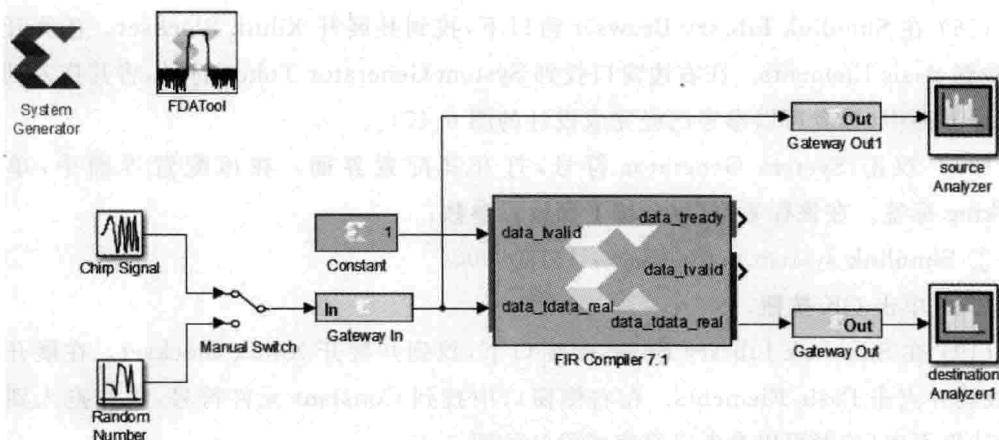
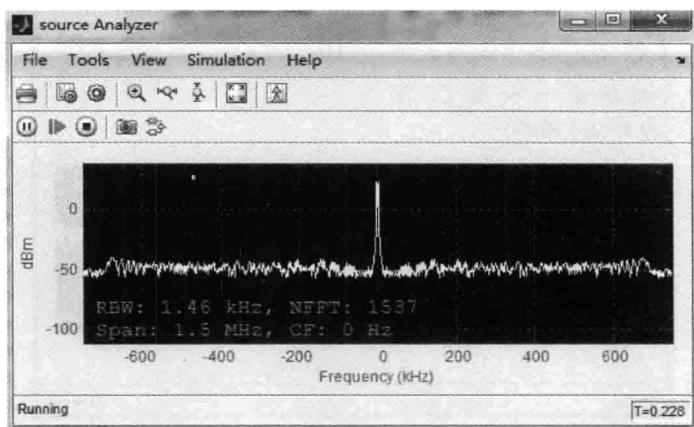
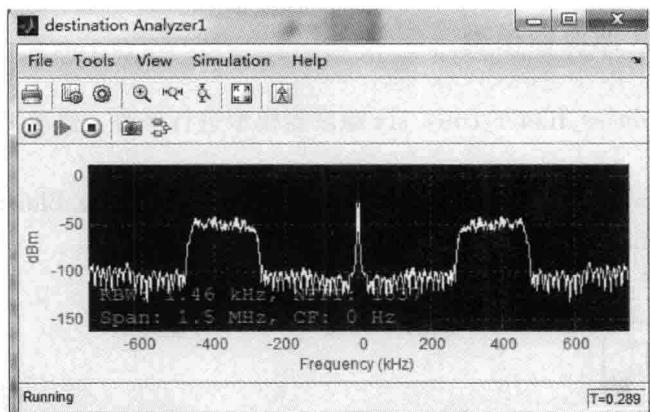

图 6.47 系统设计模型
图 6.48 Chirp 信号
图 6.49 Chirp 信号通过滤波器后的波形
(4) 单击 OK 按钮,退出滤波器配置界面。
(5) 在 Simulink Library Browser 窗口下,找到并展开 Xilinx Blockset。在展开项中,找到并单击 Basic Elements。在右侧窗口中找到 Gateway In 元件符号,将其拖入到模型设计界面中(读者可以参考已经完成设计的图 6.47)。
(6) 双击图 6.47 界面内的 Gateway In 元件符号,按下面参数设置:
- ① Output Type: Fixed-point;
- ② Number of bits: 8。
(7) 在 Simulink Library Browser 窗口下,找到并展开 Xilinx Blockset。在展开项中,找到并单击 Basic Elements。在右侧窗口中找到 Gateway Out 元件符号,将其分两次拖入到模型设计界面中(读者可以参考已经完成设计的图 6.47)。
(8) 在 Simulink Library Browser 窗口下,找到并展开 Simulink。在展开项中,找到 Sources。在右边窗口找到 Chirp Signal 元件符号,将其拖入模型设计界面中(读者可以参考已经完成设计的图 6.47)。
(9) 双击 Chrp Signal 元件符号,打开其参数配置界面,按下面设置参数:
- ① Initial frequency(Hz): 0.1;
- ② Target time(secs): 100;
- ③ Frequency at target time(Hz): 750000
(10) 单击 OK 按钮。
(11) 在 Simulink Library Browser 窗口下,找到并展开 Simulink。在展开项中,找到 Sources。在右边窗口找到 Random Number 元件符号,将其拖入模型设计界面中(读者可以参考已经完成设计的图 6.47)。
(12) 双击 Random Number 元件符号,打开其参数配置界面,按下面设置参数
- ① Mean: 0;
- ② Variance: 1;
- ③ Sample time: 1/1500000。
(13) 单击 OK 按钮。
(14) 在 Simulink Library Browser 窗口下,找到并展开 Simulink。在展开项中,找到 Signal Routing。在右边窗口找到 Manual Switch 元件符号,将其拖入模型设计界面中(读者可以参考已经完成设计的图 6.47)。
(15) 在 Simulink Library Browser 窗口下,找到并展开 DSP System Toolbox。在展开项中,找到 Sinks。在右边窗口找到 Spectrum Analyzer 元件符号,将其分两次拖入模型设计界面中(读者可以参考已经完成设计的图 6.47)。
(16) 在 Simulink Library Browser 窗口下,找到并展开 Xilinx Blockset。在展开项中,找到 Basic Elements。在右边窗口找到 System Generator Token 符号,将其拖入到模型设计界面中(读者可以参考已经完成设计的图 6.47)。
(17) 双击 System Generator 符号,打开其配置界面。在该配置界面中,单击 Clocking 标签。在该标签窗口中,按下面设置参数:
① Simulink system period(sec): 1/1500000。
(18) 单击 OK 按钮。
(19) 在 Simulink Library Browser 窗口下,找到并展开 Xilinx Blockset。在展开项中,找到并点击 Basic Elements。在右侧窗口中找到 Constant 元件符号,将其拖入到模型设计界面中(读者可以参考已经完成设计的图 6.47)。
(20) 双击 Constant 元件符号,打开其参数配置界面。在 Basic 标签界面下,将 Output Type 设置为 Boolean。
(21) 单击 OK 按钮,退出参数配置界面。
(22) 按照图 6.47 所示,完成系统中所有元件的连接。
(1) 双击图 6.47 内的 Manual Switch,将开关切换到 Chirp Signal;
(2) 在设计界面工具栏内的输入框中,输入 100;